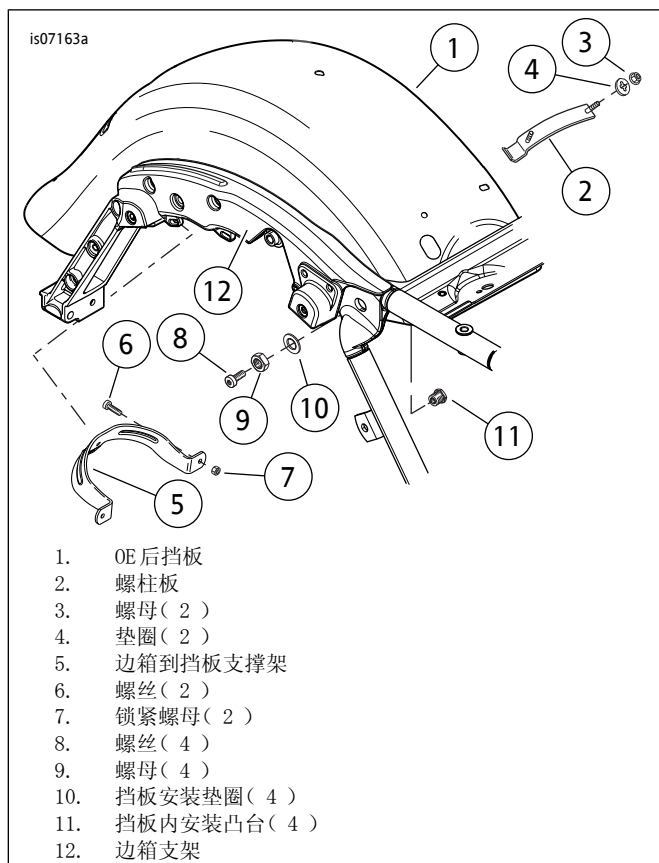

图1。拆下后挡板物品
2. 参见图1。原厂设备(OE)从挡板(1)上拆下以下物品。放到一旁，待稍后安装至新挡板：
1. 参见图 1。从内部通过挡板侧面的四个孔之一安装一个新的挡板安装凸台(11)。